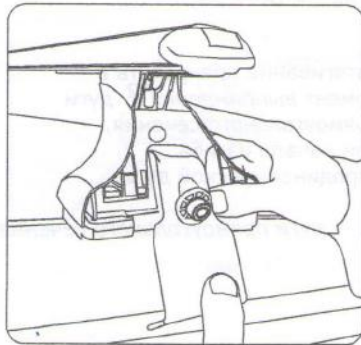

рис. 20
1.3.3 Зацепите прижимы за верхний край дверного проёма (рис. 20).